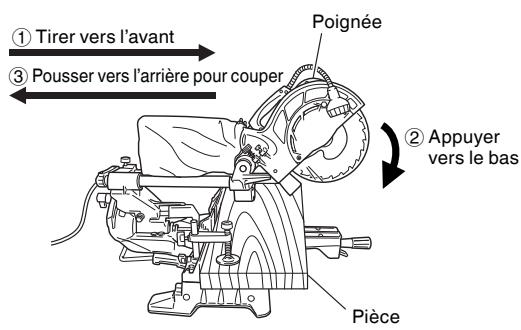

Fig. 28
(1) Pièces d'une hauteur allant jusqu'à 2-9/16" (65mm) et d'une largeur allant jusqu'à 12-1/4" (312mm): Desserrer le bouton de fixation de glissière et incliner la lame vers l'avant (Voir Fig. 2). Puis, appuyer sur la poignée et ramener la lame vers l'arrière pour couper la pièce comme indiqué à la Fig. 28. Cela facilitera la coupe des pièces d'une hauteur allant jusqu'à 2-9/16" (65mm) et d'une largeur allant jusqu'à 12-1/4" (312mm).
(2) Pièces d'une hauteur allant jusqu'à 2-15/16" (75mm) et d'une largeur allant jusqu'à 10-5/16" (262mm): Les pièces d'une hauteur allant jusqu'à 2-15/16" (75mm) et d'une largeur allant jusqu'à 10-5/16" (262mm) se coupent de la même façon que décrit au paragraphe 6 - (1) ci-dessus.
- \* Lors d'une coupe avec chariot, procéder comme indiqué à la Fig. 28. Une coupe avec chariot vers l'avant (vers l'opérateur) serait très dangereuse car la lame pourrait effectuer un retour vers le haut. En conséquence, toujours déplacer la poignée loin de l'opérateur.